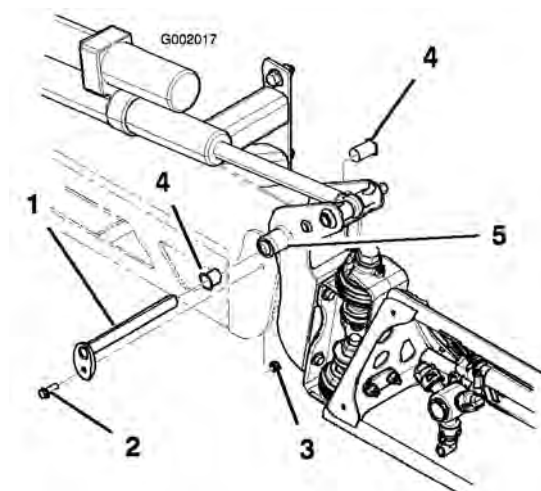

Figura 61
3. Con el peso del brazo apoyado, retire el perno y la tuerca que fijan el pasador de giro al conjunto del brazo (Figura 61). Retire el pasador de pivote.
- Retire los casquillos de nylon desde delante y desde detrás del soporte del pivote e inspecciónelos (Figura 61). Sustituya cualquier casquillo dañado.
- Instale el conjunto de brazo y soporte del pivote en el bastidor central, alineando los orificios (Figura 61).